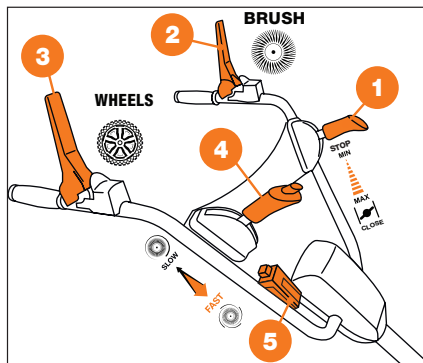

Рис. 16
- Установите рычаг регулировки оборотов двигателя **1** в крайнее переднее положение «CLOSE», при этом воздушная заслонка будет закрыта, используйте это положение для запуска холодного двигателя (Рис. 16).
- Нажмите красную кнопку запуска **5** до момента пуска двигателя, не удерживайте кнопку нажатой более 5 секунд, если двигатель не запустился, отпустите кнопку, подождите 5-10 секунд и повторите процесс запуска. (Рис. 16).
- Нажмите рычаг привода щетки **2**, она начнет вращаться (Рис. 16).
- Передвиньте рычаг регулировки оборотов двигателя **1** в положение **STOP** (Рис. 16). Двигатель будет остановлен.